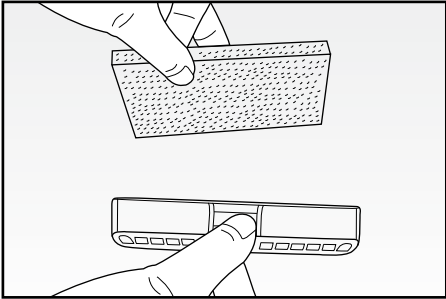

Fig. 11
- Estrarre il filtro (Fig. 11) e agitarlo vigorosamente per pulirlo. Se il filtro è molto sporco lavalo con acqua tiepida saponata e fallo asciugare naturalmente. **NON** farlo asciugare artificialmente.